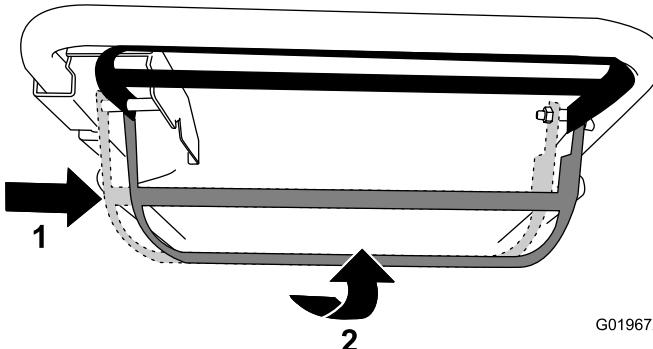

Figura 19
- Para engranar la transmisión autopropulsada y activar la cuchilla, mueva la barra de control a la derecha hasta que haga tope y levántela hasta el manillar (Figura 19).